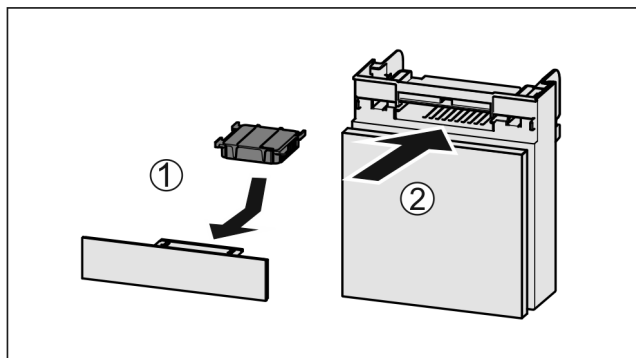

Fig. 99
- ▶ Поставете Fig. 99 (1) филтъра с активен въглен, както е показано на фигурата.
- ▶ Вкарайте Fig. 99 (2) отделението.